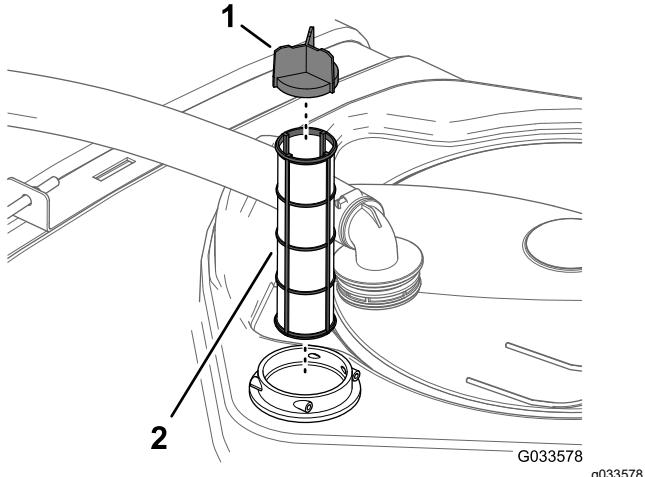

Figura 146
- Retire el filtro de aspiración usado del alojamiento del filtro del depósito (Figura 146).